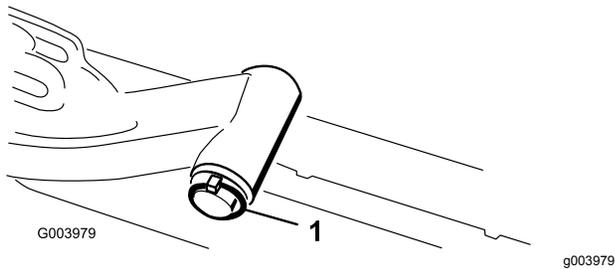

Bild 12
A. Nehmen Sie den Klappstecker und die Scheibe ab, mit denen die Gelenkwelle des Hubarms am Hubarm befestigt ist. Schieben Sie die Gelenkwelle des Hubarms aus dem Hubarm (**Bild 12**).
C. Setzen Sie die Hubarmwelle in den Hubarm ein und befestigen Sie sie mit der Scheibe und dem Klapstecker (Bild 12).